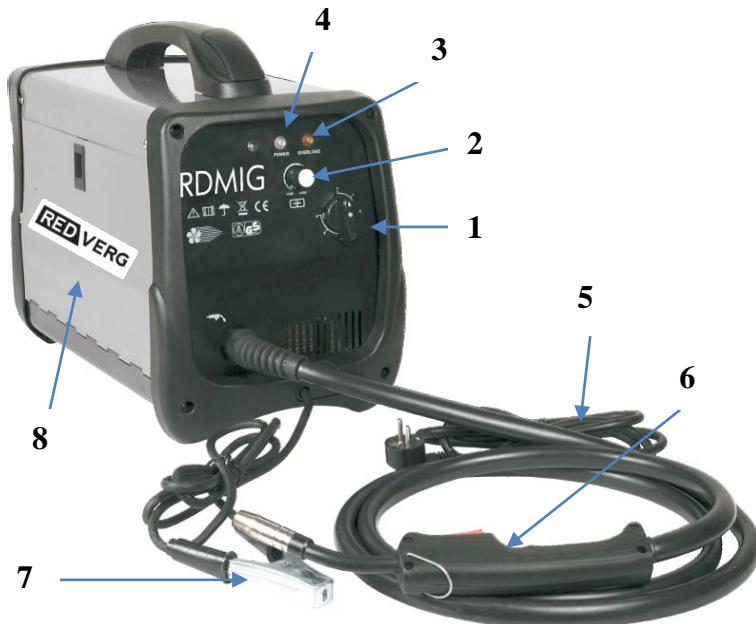

Рис.1
2. ОПИСАНИЕ ОБОРУДОВАНИЯ (Рис.1).